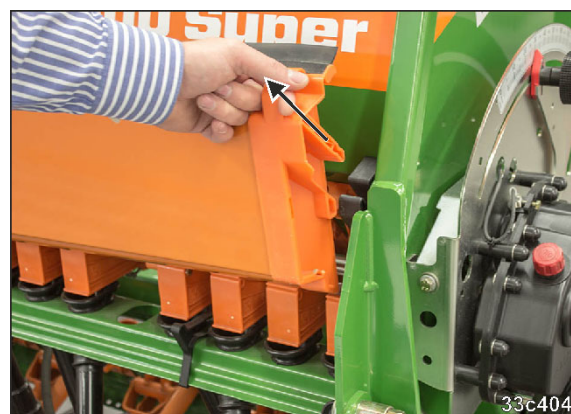

Fig. 142
1. Retirar as cavidades de calibração (Fig. 142) para fora dos suportes. Voltar a fixar as cavidades de calibração nos suportes depois do trabalho de regulação.